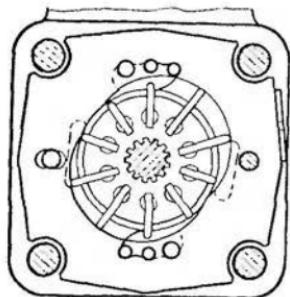

Рис. 96. Насос гидро-
**Разборка и проверка насоса.** Перед разборкой насос (рис. 96) снять с автомобиля, слить масло, очистить и промыть наружную поверхность насоса.